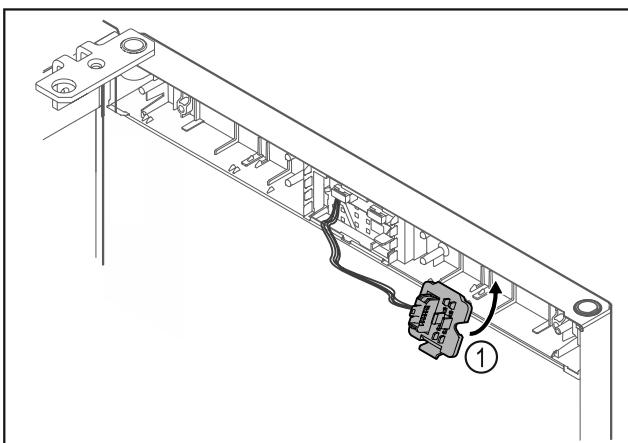

Fig. 25
- Κουμπώστε το στήριγμα του φίς Fig. 25 (1) στην απέναντι πλευρά.